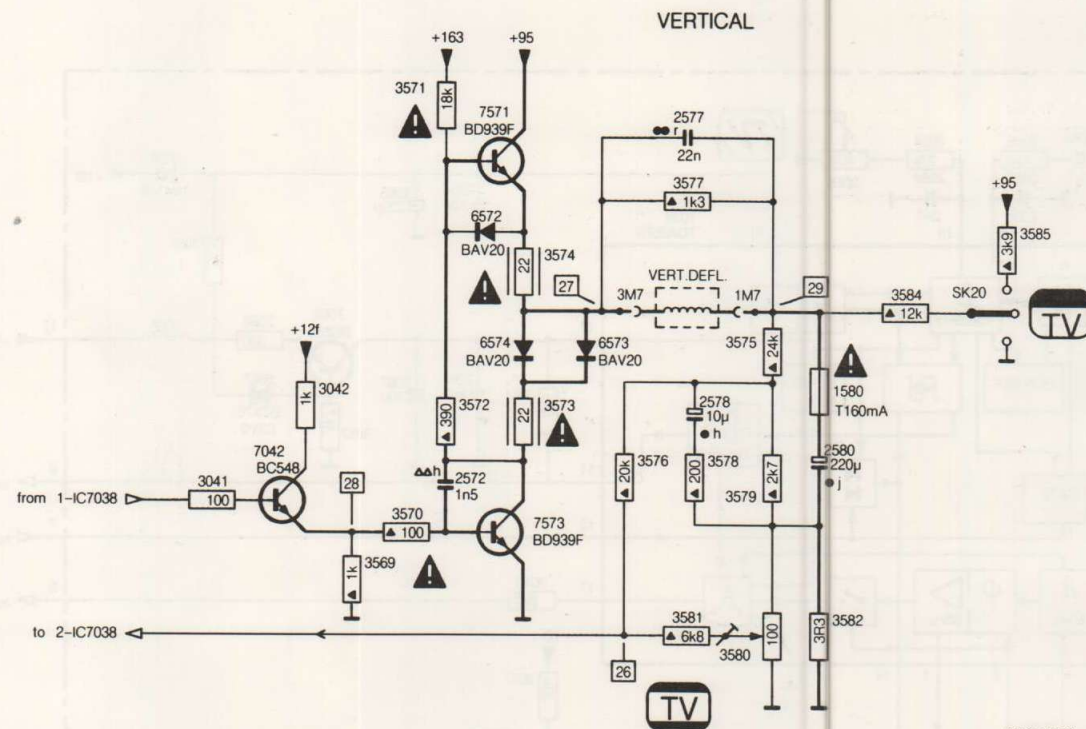

Fig. 11.1
11. DE RASTEREINDVERSTERKER (fig. 11.1)